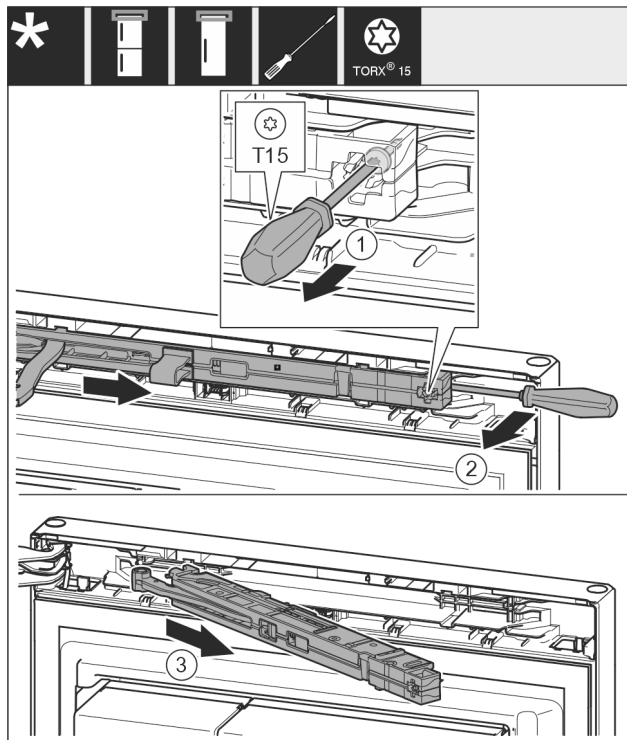

Fig. 11
- Vijak Fig. 11 (1) na jedinici prigušivača zatvaranja otpustite odvijačem 14 mm.
- Jedinicu prigušivača zatvaranja Fig. 11 (2) podignite odvijačem prema gore na strani ručke.
- Izvucite jedinicu prigušivača zatvaranja Fig. 11 (3).